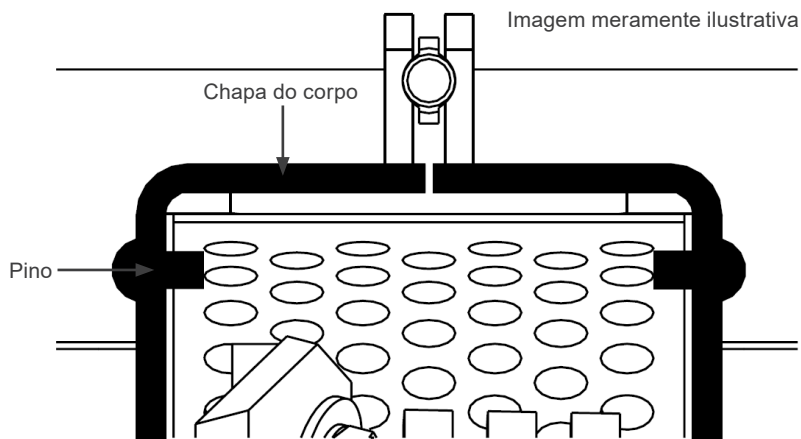

Figura 7.2: Montagem correta das peneiras
- Com o triturador desligado, e as devidas precauções tomadas, abra a tampa (7) do triturador para ter acesso a peneira.
- Para coloca-la novamente, a peneira deverá ser montada entre o pino e a chapa do corpo do triturador, conforme a Figura 7.2 na página 30.